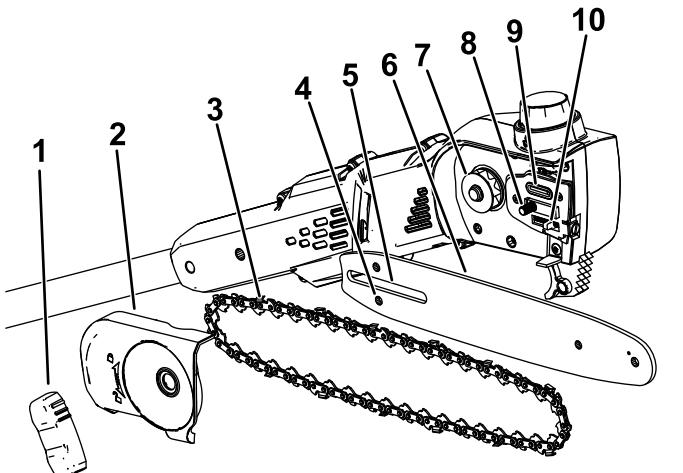

Bild 19
2. Entfernen Sie die Seitenabdeckung, drehen Sie den Knopf der Schwertabdeckung gegen den Uhrzeigersinn, bis der Knopf entfernt ist, und entfernen Sie dann die Seitenabdeckung (Bild 19).
7. Prüfen Sie den Ölaustritt (Bild 19) auf Rückstände und reinigen Sie den Bereich ggf.
**Wichtig:** Vergewissern Sie sich, dass der Kettenspannbolzen in den Schlitz des Kettenspannbolzens am Sägeschwert eingeführt ist (Bild 19). Möglicherweise müssen Sie die Kettenspannschraube drehen, damit der Bolzen in das Loch im Sägeschwert passt.